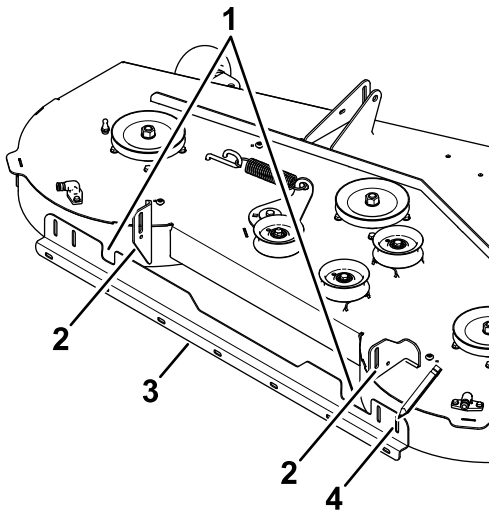

Figura 4
- En los modelos de 152 cm (60"), utilice las ranuras exteriores de la pletina como puntos de referencia para perforar el taladro (Figura 4).